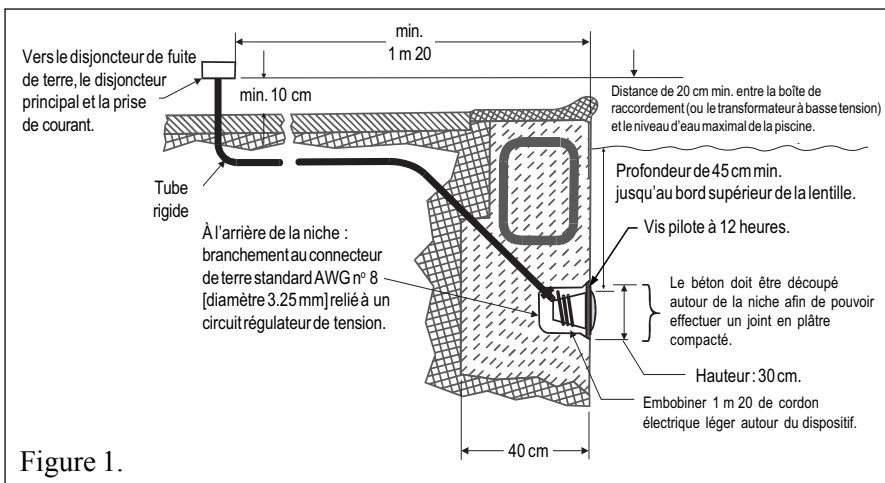

Figure 1.
A. Étapes préliminaires à accomplir par l'électricien avant l'installation du luminaire (voir figure 1).
- b. La boîte de raccordement (ou, pour les modèles à 12 Volts, le transformateur à basse tension) est situé(e) à une hauteur d'au moins 20 cm au-dessus du niveau d'eau maximal de la piscine et à une distance d'au moins 1 m 20 du bord de la piscine (voir figure 1).
- d. La niche submersible doit être installée convenablement, de telle manière que le trou de la vis soit à 12 heures et que le rebord supérieur de la lentille du luminaire soit à une profondeur d'au moins 45 cm en-dessous de la surface de l'eau dans la piscine (voir Figure 1). (Pour le Canada : la profondeur ne doit pas dépasser 50 cm / 20 pouces.)
- e. La niche sous-marine est convenablement connectée à un circuit régulateur de tension et à une prise de terre par l'intermédiaire du connecteur de terre standard AWG n° 8 [» diamètre 3,25 mm] situé à l'arrière de la niche (voir figure 1).
1. Faites passer le cordon électrique dans le tube jusqu'à la boîte de raccordement en laissant au moins 1 m 20 de cordon à embobiner autour du dispositif luminaire (voir figure 1). Cette longueur de cordon supplémentaire permettra l'entretien du dispositif luminaire après le remplissage de la piscine.
- b. La boîte de raccordement (ou, pour les modèles à 12 Volts, le transformateur à basse tension) est situé(e) à une hauteur d'au moins 20 cm au-dessus du niveau du sol et à une distance d'au moins 1 m 20 du bord de la piscine (voir figure 1).
- d. La niche sous-marine est convenablement installée, de telle manière que le bord supérieur de la lentille du luminaire sous-marin est à une profondeur d'au moins 45 cm en-dessous de la surface de l'eau dans la piscine (voir Figure 1).
5. Laissez au moins 1 m 20 de cordon à embobiner autour du dispositif luminaire (voir figure 1). Cette longueur de cordon supplémentaire permettra l'entretien du dispositif luminaire après le remplissage de la piscine.